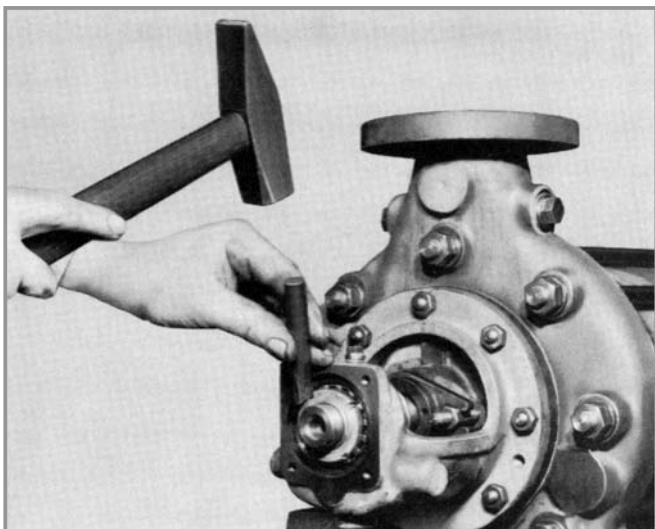

Fig. 32 - Desrosqueamento da porca do mancal
04. Com auxílio do pino ou chave gancho e de um martelo desrosquear a porca de mancal (923) (vide Fig. 32).